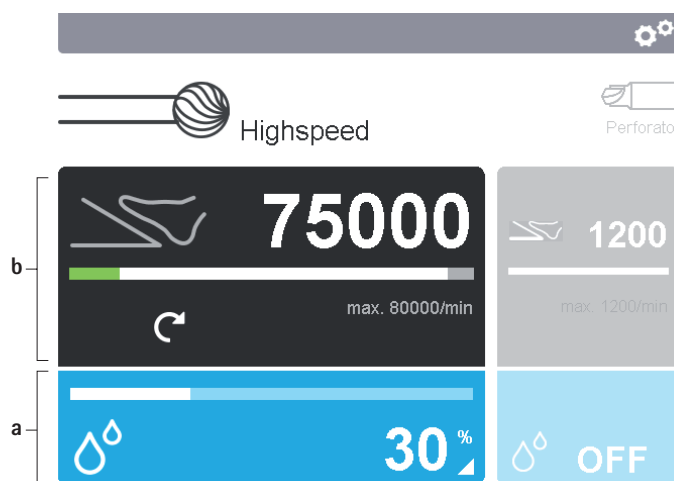

Fig. 5 Activation des zones de commande
- ▶ Modification des paramètres de réglage de la partie appliquée: activer la zone de commande Partie appliquée **b** sur le visuel 2, voir Fig. 5.